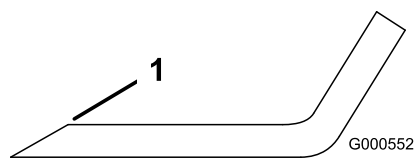

Figure 76
1. Au moyen d'une lime, aigüisez les tranchants aux deux extrémités de la lame (Figure 76).
**Remarque:** Si la lame est déséquilibrée, limez un peu l'extrémité de l'ailette seulement (Figure 76).